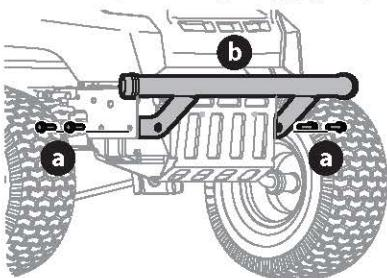

Figure 15
1. Retirez les quatre boulons (a) du pare-chocs (b) (Figure 15).